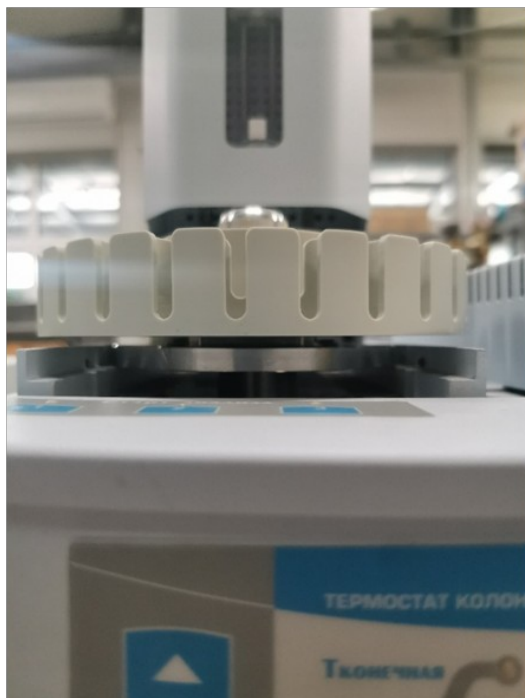

Рис. 13: Правильное положение карусели
8. Убедитесь, что карусель установлена ровно, без перекоса (Рис. 13).